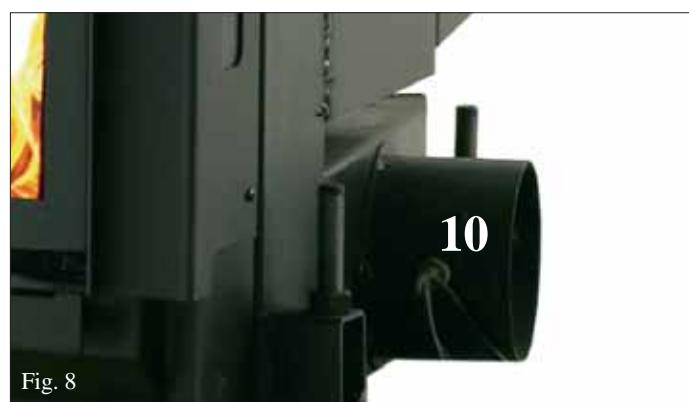

Fig. 10
- **Posición de “mantenimiento brasas” (fig. 10):**